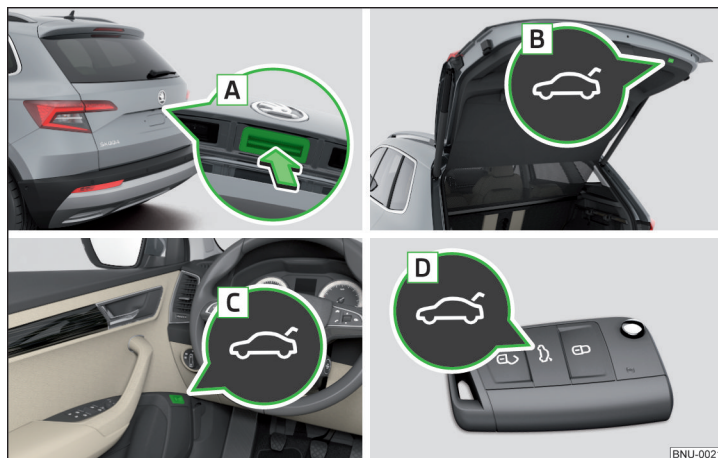

Fig. 50 Manejo de la tapa
- ▶ Presionando el tirador **A** » fig. 50.
- ▶ Presionando la tecla **B** » fig. 50.
- Se desactiva la tecla **A** » fig. 50 cuando se arranca o a partir de una velocidad de más de 5 km/h. Después de parar el vehículo y abrir una puerta se volverá a activar la tecla.
- Mantener pulsada la tecla **B** » fig. 50 de la pág. 64 hasta que suene una señal acústica.
La tapa no reacciona a una señal de apertura	Elimine el posible obstáculo (p. ej. nieve), vuelva a abrir la tapa » pág. 64  Pulse el tirador A » fig. 50 de la pág. 64 y tire la tapa hacia arriba